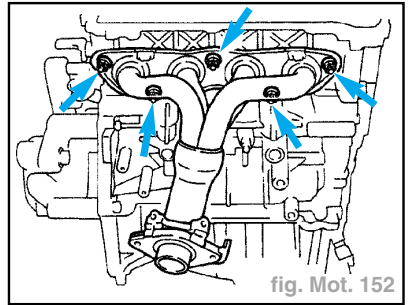

fig. Mot. 152
- Serrer uniformément les boulons et les écrous en plusieurs passes. Serrer au couple prescrit de **2,70 daN.m** (fig. Mot. 152).